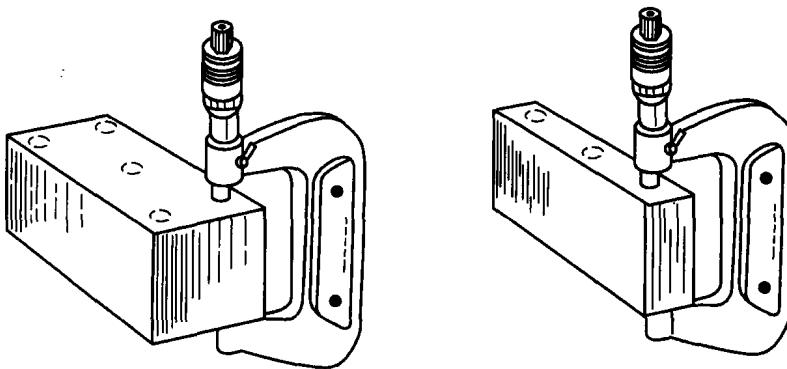

图 1-9 千分尺的正确测量位置
④ 测量平面尺寸时，一般测量工件四角和中间共五点，狭长平面测两头和中间共三点，如图 1-9 所示。